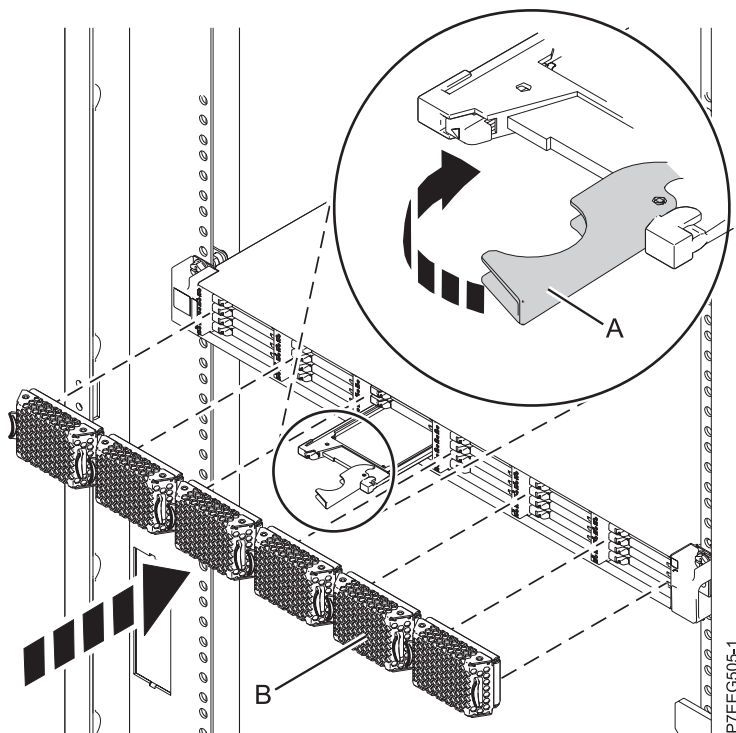

Figura 48. Sustitución de una unidad de estado sólido en Alojamiento de almacenamiento PCIe de EDR1.
4. Cuando parpadee el LED de identificación de la unidad de estado sólido, deslice la unidad de estado sólido hasta el fondo de Alojamiento de almacenamiento PCIe de EDR1 y asegúrese de que queda totalmente encajada. A continuación, gire el asa (A) hasta la posición de bloqueo. Consulte Figura 48 en la página 80.
5. Instale la placa frontal (B).